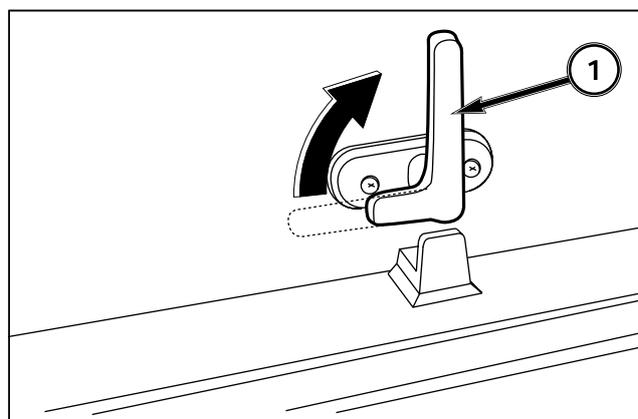

FIG. 6-6
FIG. 6-6 : Tournez la poignée (1) de 90 degrés dans le sens horaire pour déverrouiller la vitre. Poussez doucement la lunette arrière pour l'ouvrir. La vitre est maintenue en place par un amortisseur.